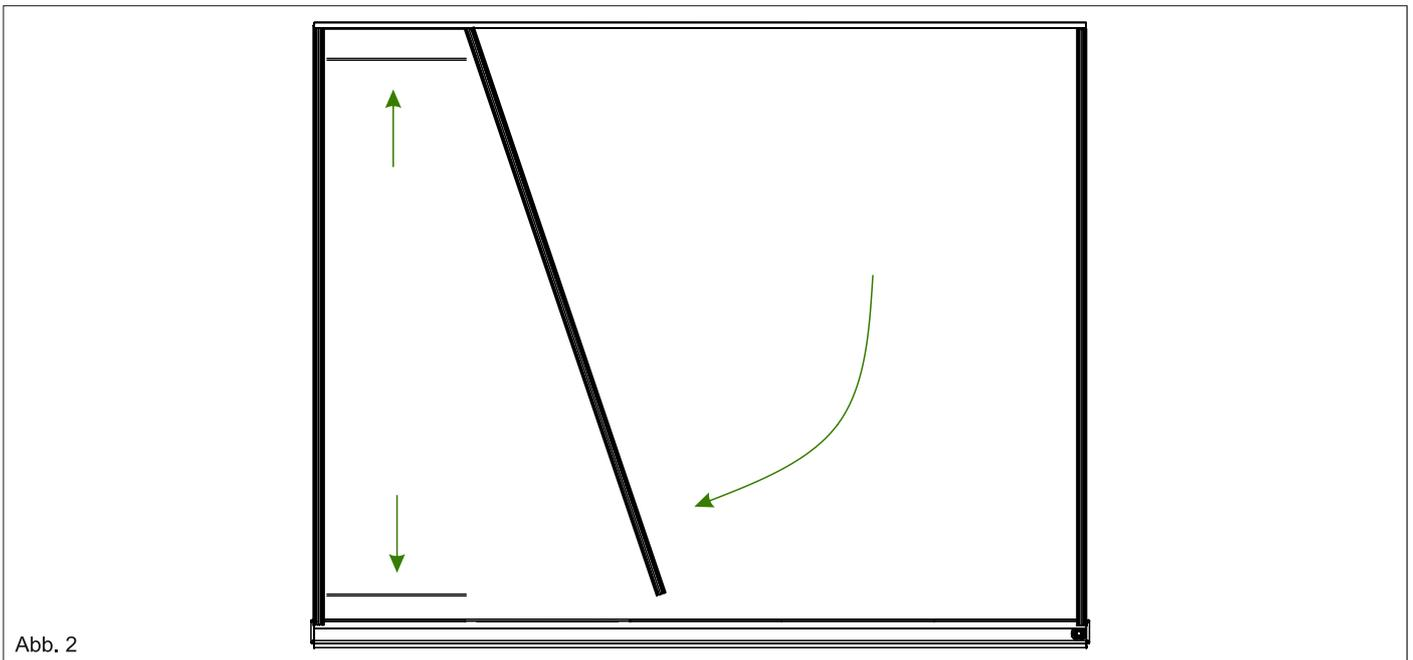

Abb. 2
2. Nun schieben Sie den Mittelsparren mit dafür vorgesehenen Schlitzn zuerst in das Wandprofil und dann in das Rinnenprofil bis zur (Abstand ca. 1 mm) Klickplatte hinein. Siehe Abb. 2.